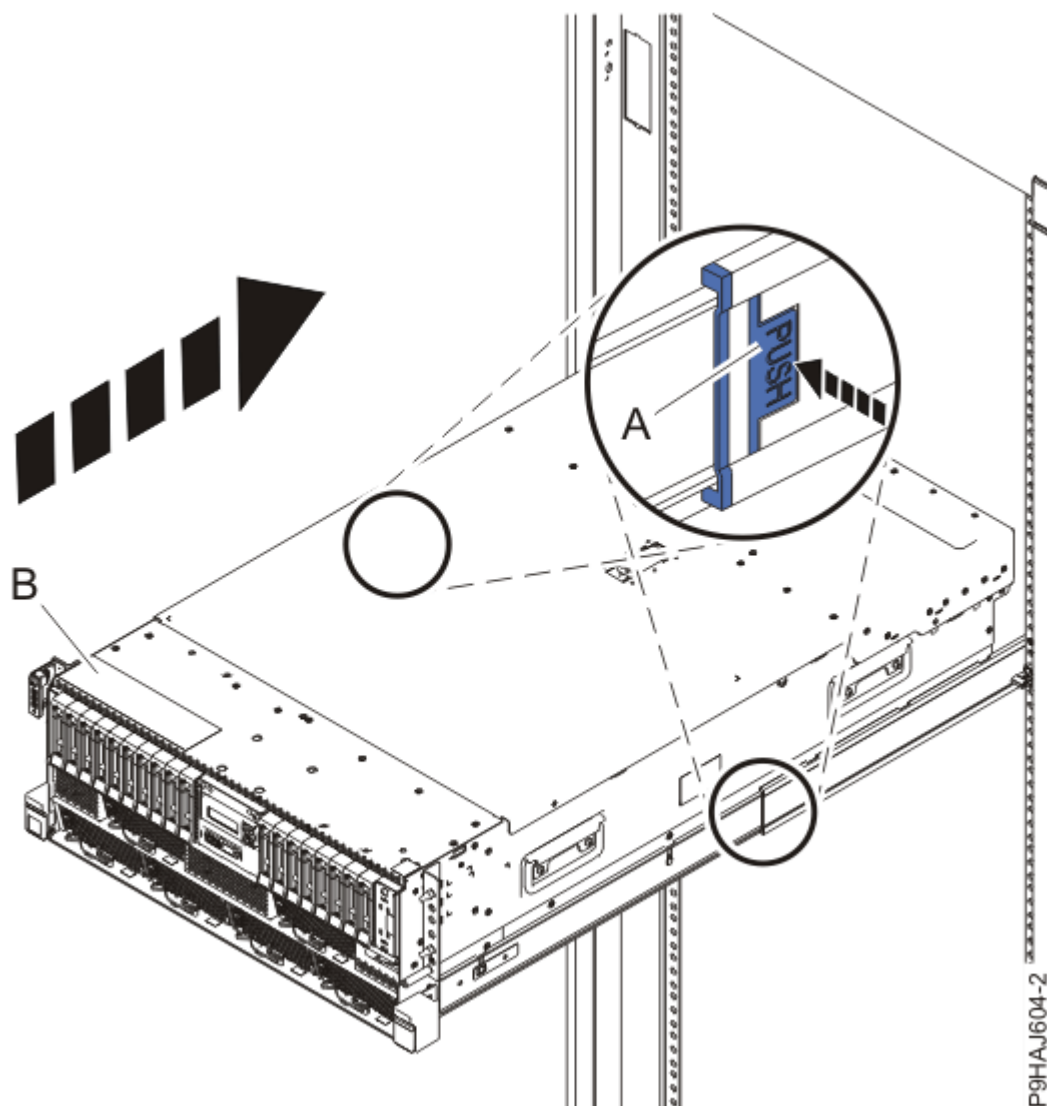

図 45. システムの操作位置への設置
3. ラック・マウント型システムの場合、青色のレール安全ラッチ **(A)** を、51 ページの図 45 に示されているように内側に押してアンロックします。